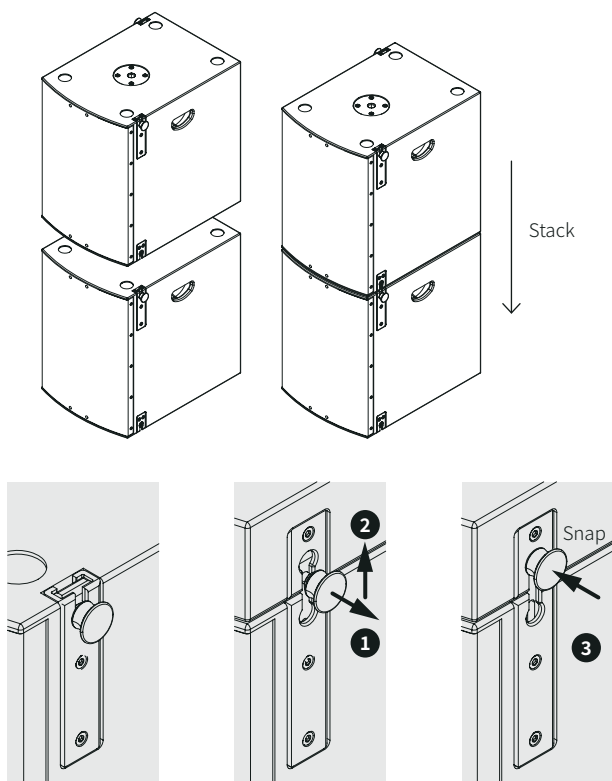
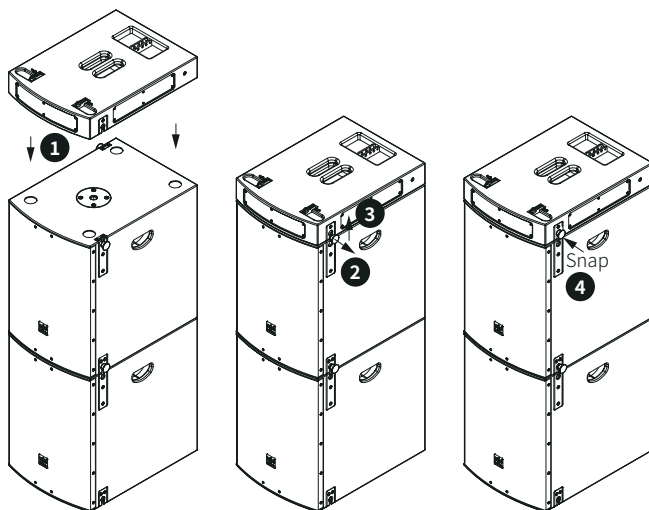

图 7. S12 PRO 与 S15 PRO 低音音箱的堆叠连接系统
图10. 通过M-F3A S12 PRO SFi与M-F3A S15 PRO SFi堆叠架对低音音箱进行堆叠
- 侧面锁定:箱体顶部的凸型杆和底部的凹型插孔。当使用 S12 PRO 或 S15 PRO 低音音箱用作堆叠系统时,必须如图 7 所示,按照如下步骤进行锁定:
2. 如图7与图10所示,将M-F3A S12 PRO SFi或M-F3A S15 SFi堆叠架放至相应的低音音箱上,并使用两侧的锁扣装置进行固定。
注意，上述安装步骤也适用于堆叠 S12 PRO 或 S15 PRO 低音音箱，具体安装方式如吊挂组件章节中的图 7 所示。在这种情况下，最多可堆叠 3 个 S12 PRO 和 2 个 S15 PRO 低音音箱。